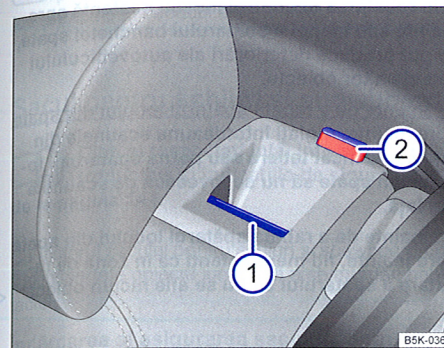

Fig. 101 În spătarul banchetei spate: tasta de deblocare ①; marcajul roșu ②.
- Trageți butonul de deblocare ⇒ fig. 101 ① spre înainte și rabatați simultan spătarul banchetei spre înainte.
- Spătarul banchetei spate este deblocat dacă pe tastă se poate vedea un marcaj roșu ②.
Spătarul banchetei spate este deblocat, dacă pe tasta ⇒ fig. 101 ② poate fi văzut un marcaj roșu.